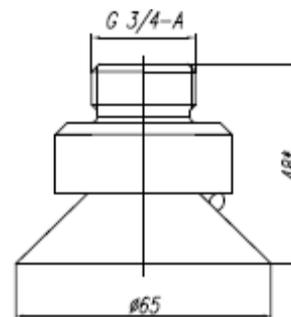
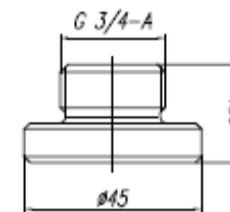

Рис. 2. Распылитель РКН-95-14,5-3/4.
Рис. 3. Распылитель РСН-19-14,5-3/4.
6.2. Рекомендуются к применению схемы установки распылителей, обеспечивающие различную конфигурацию распыла порошка и зон тушения. В случае защиты одного объекта несколькими модулями их распылители должны быть размещены равномерно, с учетом перекрытия зонами распыла огнетушащего порошка всей защищаемой площади объекта. Максимальная высота расположения распылителей не должна превышать 6 метров. Типы распылителей указаны на рис.2 и рис.3.